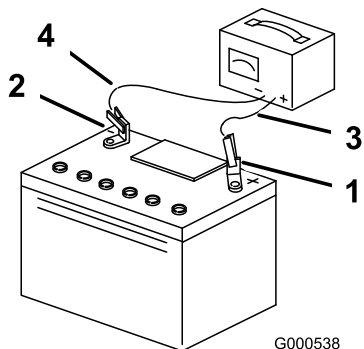

Figure 37
3. Quand la batterie est chargée au maximum, débranchez le chargeur de la prise, puis débranchez les fils du chargeur des bornes de la batterie (Figure 37).